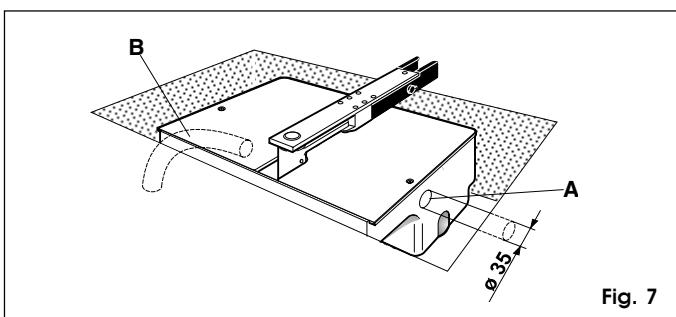

Fig. 7
- 3) Mettere in opera un tubo in PVC di diametro 35 mm per il passaggio di un cavo elettrico a 4 poli, fino ad arrivare all'apparecchiatura elettronica di comando (fig. 7 rif. A).
E' consigliabile, inoltre, prevedere un tubo di drenaggio per l'acqua piovana fino ad arrivare al più vicino canale di recupero acque (fig. 7 rif. B).